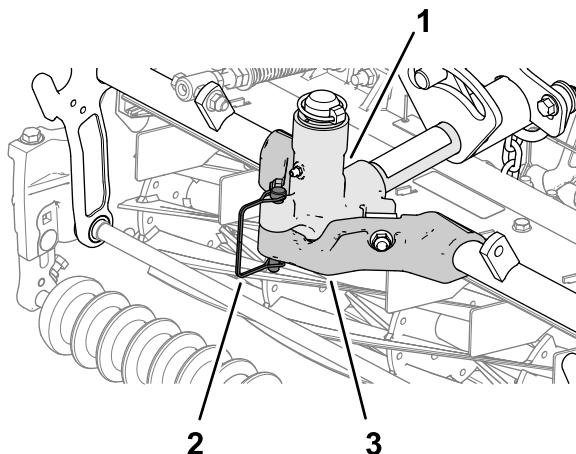

Bild 43
- Arretieren Sie den Tragrahmen des Mähwerks mit dem Einraststift am Gelenkjoch, wie in Bild 43 dargestellt.